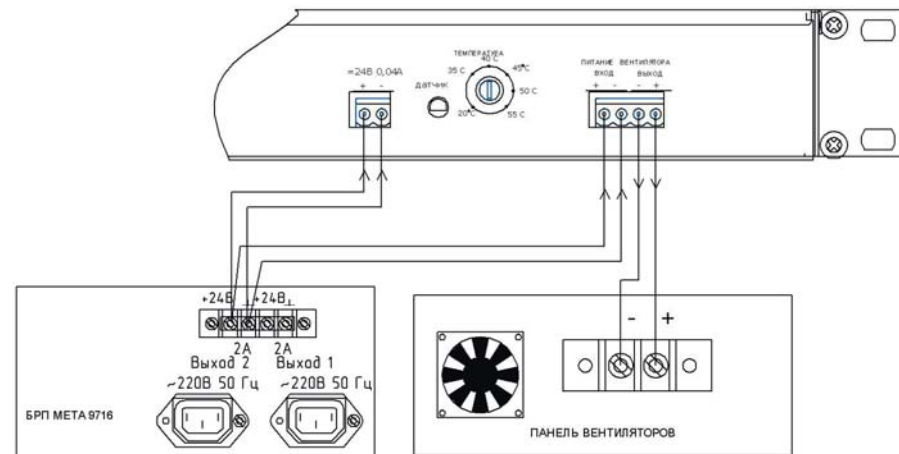

Рисунок 4. Подключение БРП к БУВ.
3. Подключите к БУВ основное питание +24В от БРП МЕТА 9716. Подключение осуществляется проводами сечением не менее 1 мм2 при дли кабеля не более 5 м (см. рисунок 4).